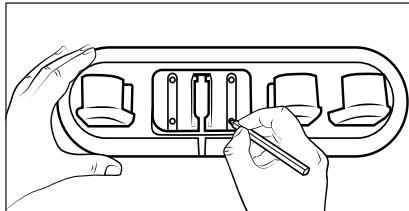

Fig. 5
- 2) Find et velegnet monteringssted til væg- og tilbehørsholderne ⑦/⑮:
- Væg- og tilbehørsholderne ⑦/⑮ skal monteres med tilstrækkelig afstand til gulvet, så det er nemt at sætte produktet ind i vægholderen ⑦ og at tage det ud.
- Der skal være nem adgang til en stikkontakt for netadapteren ⑨.
- 3) Brug tilbehørsholderen ⑮ til markering af de fire borehuller på væggen (se fig. 5).